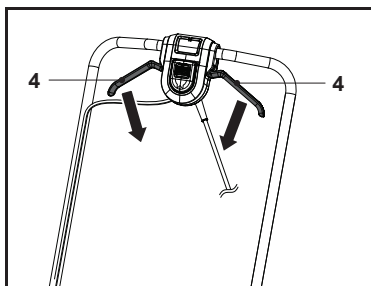

Fig. 16
Eliberează manetele de pornire (4) pentru a opri motorul și cuțitul (23) (fig. 16).